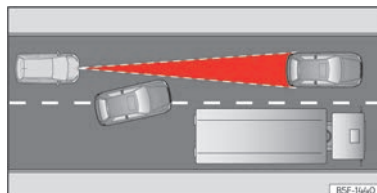

Abb. 119 Fahrspurwechsel eines anderen Fahrzeugs.
- Fahrzeuge, die in geringem Abstand auf die eigene Fahrspur wechseln >>> **(Abb. 119)**.